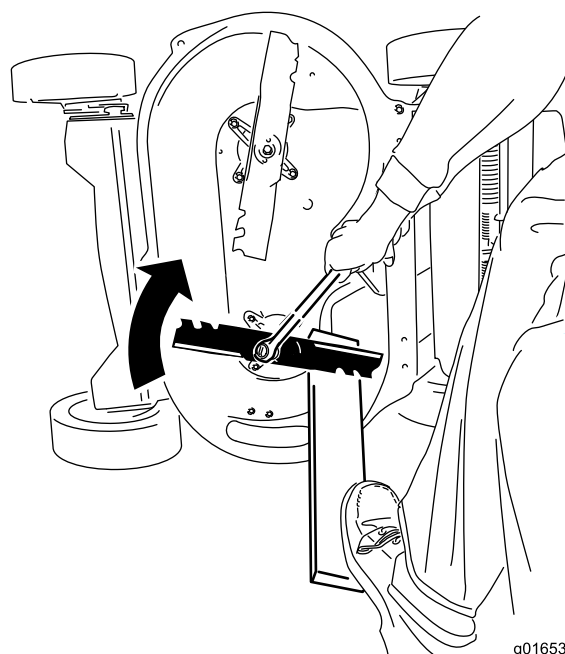

Рисунок 46
2. Удерживайте каждый нож неподвижно с помощью доски и заверните болт крепления ножа по часовой стрелке с помощью динамометрического ключа, как показано на Рисунок 46; затяните болт крепления ножа с моментом 82 Н·м (60 фунт-футов).